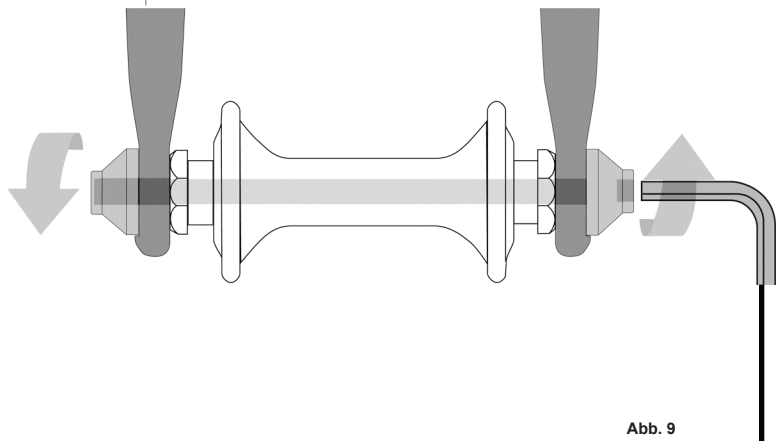

Abb. 9
- Eine hohle Achse, durch die ein Schaft („Schnellspanner“) mit einer Mutter am einen Ende und mit einem Anschlussstück für einen Inbusschlüssel, einem Verriegelungshebel oder mit einer anderen Spannvorrichtung am anderen Ende läuft (Mutterschraube, Abb. 9)